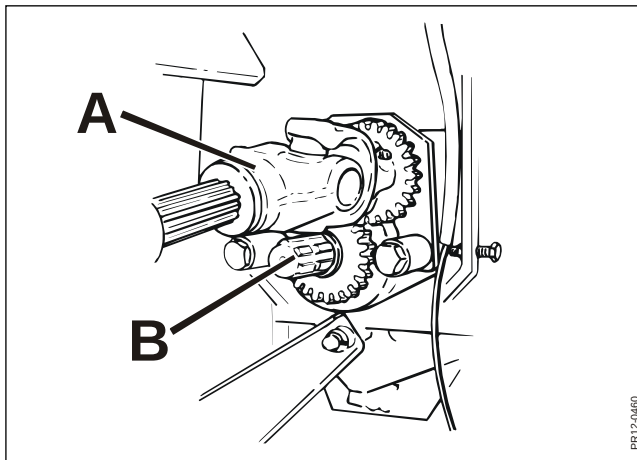

Fig. 6-7
- Fig. 6-7** 2) Flyt KO-akslen **A** til rotoren til den alternative tap i **pos. 1**, hvor tandhjulene ikke
- Fig. 6-7** 4) Efter endt reversering frakobles kraftudtaget igen, og når rotoren står helt stille flyttes KO-akslen **A** til rotoren tilbage til tappen **B** for drev af rotoren.